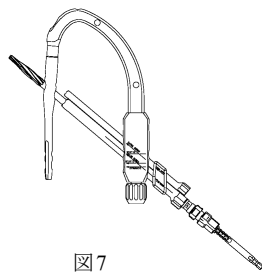

図7
- 5) ターゲットデバイスにラグスクリュー用スリーブを装着し、ステップリーマーを通し、ネイルのラグスクリューホールに干渉しないで通過することをチェックします。(図7)